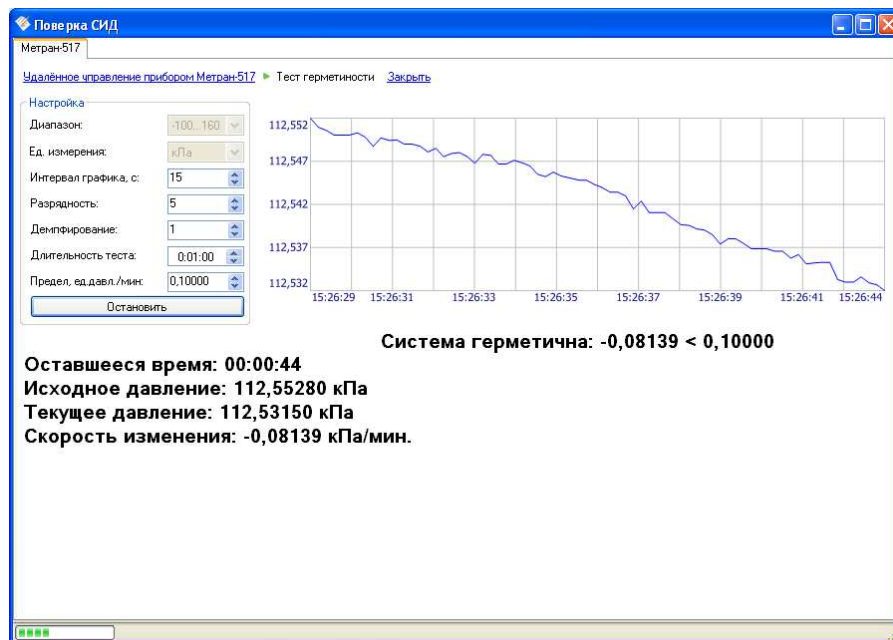

Рисунок 4.70 – Режим «Тест герметичности»
- Тест герметичности (см. Рисунок 4.70)
В окне программы расположены следующие компоненты (см. Рисунок 4.70):